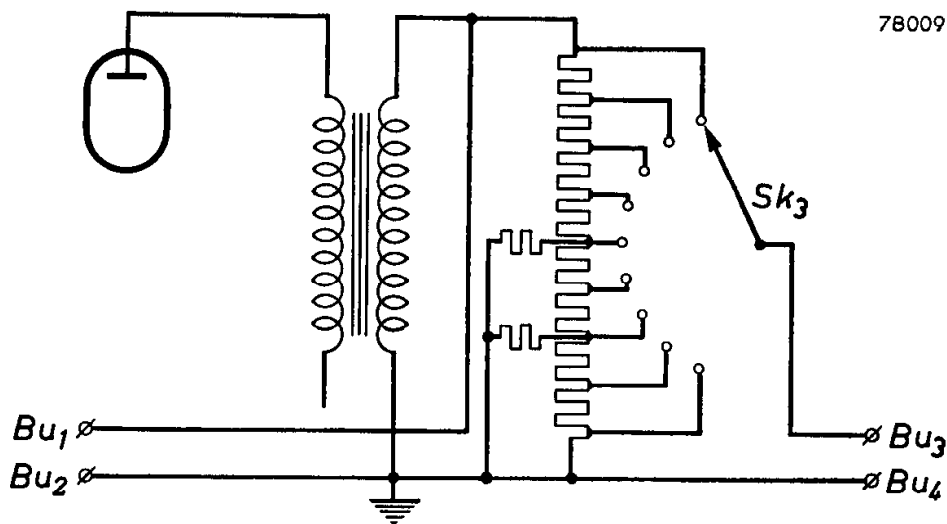
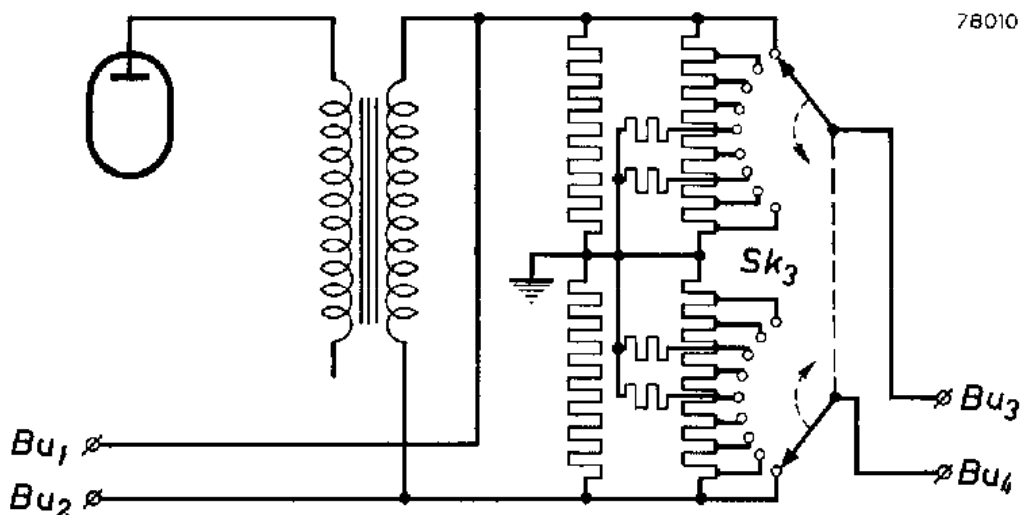

Fig. 2
Fig 3
Met Sk₁ in stand „I-II” is het uitgangscircuit dan geschakeld volgens fig. 2.
4. Stand „SYM.”: Ook hier is de anodespanning van de indicator uitgeschakeld. Tevens is de secundaire wikkeling niet geaard. In de stand „I-II” van Sk₁ is een symmetrische spanning afneembaar; het electrisch midden van de verzwakker is geaard (zie fig. 3).
Moet de uitgangsspanning asymmetrisch ten opzichte van aarde zijn, dan zet men Sk_2 in de stand „ASYM.“. De bussen Bu_2 en Bu_4 zijn nu geaard (zie ook fig. 2). Bij het opbouwen van meetschakelingen met gebruikmaking van de GM 2308 moet men er rekening mee houden, dat op Bu_1 een (zeer geringe) wisselspanning ten opzichte van de overige geaarde klemmen aanwezig is. Met Sk_2 in de stand „SYM.“ is de uitgangsspanning (zowel aan Bu_1 en Bu_2 als aan Bu_3 en Bu_4) symmetrisch ten opzichte van aarde (zie ook fig. 3). Geen van de bussen Bu_1 , Bu_2 , Bu_3 of Bu_4 mag men nu aan aarde leggen of met een punt verbinden, dat een vaste potentiaal tegen aarde heeft.